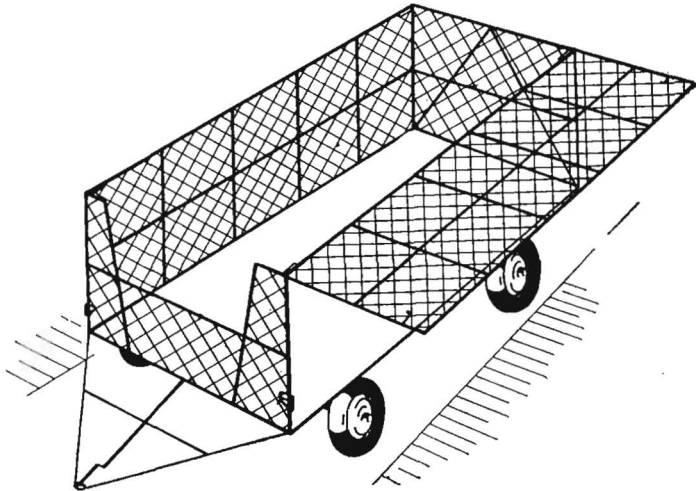

Bild 20
5. Kippbare Anhänger mit den beschriebenen Aufbauten sind wegen der rascheren Entlademöglichkeit zu bevorzugen. Bild 20 zeigt den Aufbau seitlich geöffnet für seitliches Entladen, dem aus technologischen Gründen der Vorzug zu geben ist.